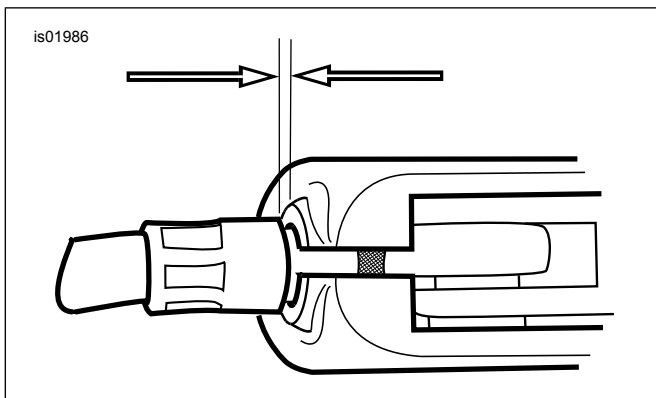

Figura 2. Folga de 1,6 a 3,2 mm (1/16 a 1/8 pol.) do cabo da embreagem
- e. Consulte Figura 2. Afaste o ajustador do cabo da contraporca até eliminar a folga da alavanca manual da embreagem. Afaste a virola do cabo da embreagem do suporte da alavanca da embreagem para verificar a folga. Gire o ajustador do cabo para conseguir uma folga de 1,6 a 3,2 mm (1/16 a 1/8 pol.) entre a extremidade da virola do cabo e o suporte do cabo de embreagem.